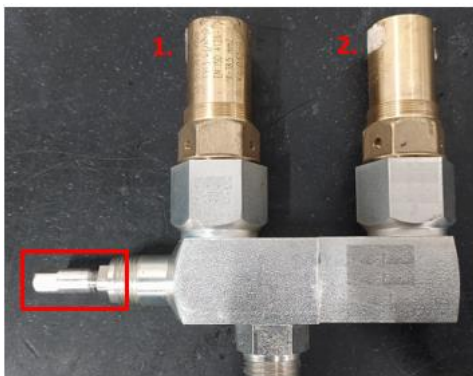
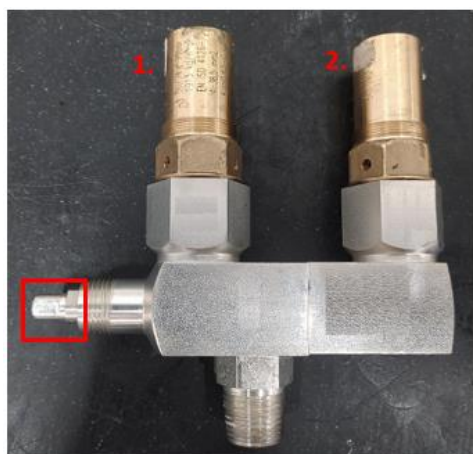

Figure 66 : Vanne d'inversion – Tige en position ouverte
Figure 67 : Vanne d'inversion – Tige en position fermée
La vanne d'inversion doit être en position pleinement ouverte (tige complètement sortie) pendant le fonctionnement du groupe comme montré à la **Figure 66**.
- S'assurer que la vanne d'inversion est fermée du côté de la fuite. La **Figure 66** montre la configuration avec PRV 1 fermée, et la **Figure 67** montre la configuration avec PRV 2 fermée.